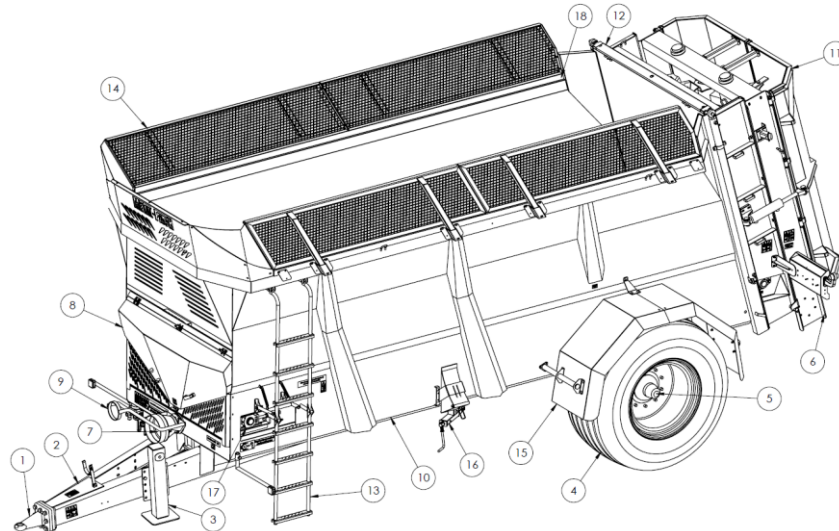

Abbildung 5. Allgemeine Konstruktion des Dungstreuers
Die Konstruktion des Streuers ist in Abbildung 5 dargestellt. Das Hauptkonstruktionselement ist die Ladekiste (10) mit starrem Einachsfahrwerk (5). Zum Anschließen an die untere Anhängervorrichtung des Schleppers dient eine gefederte Deichsel mit einer festen Zugöse (1). Zudem besteht die Möglichkeit zum Montieren der Öse einer Dreh- und Kugeldeichsel. An der Deichsel ist ein hydraulischer Stützfuß (3) befestigt, um den Streuer zu stützen, wenn er nicht mit dem Schlepper verbunden ist, überdies dient er zur Regulierung der Höhe der Deichsel während des Kupplungsvorgangs.